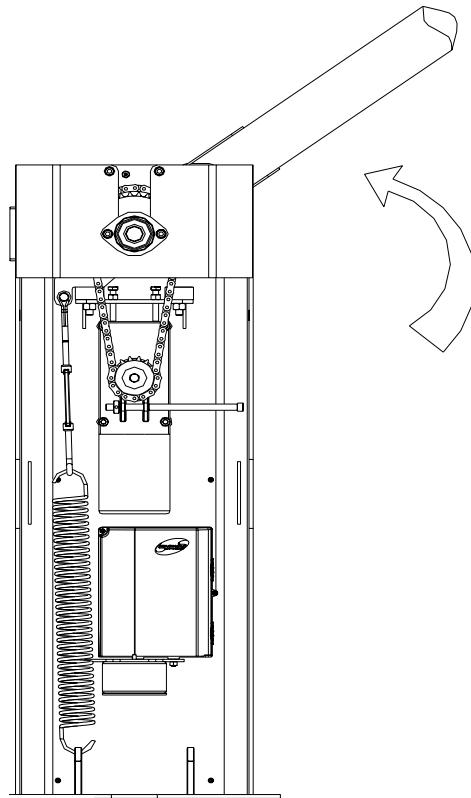

**Fig. 5**
- Fixer la barre porte barre, sans visser à fond les vis (Fig. 5).